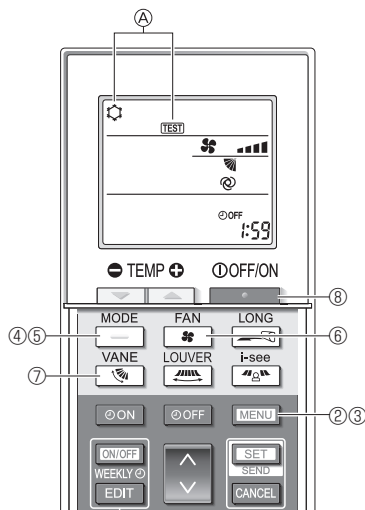

Fig. 8-5
- Houd de toets **MENU** 5 seconden ingedrukt. (Fig. 8-5)
① [TEST] en de huidige bedieningsstand worden weergegeven. (Fig. 8-5)